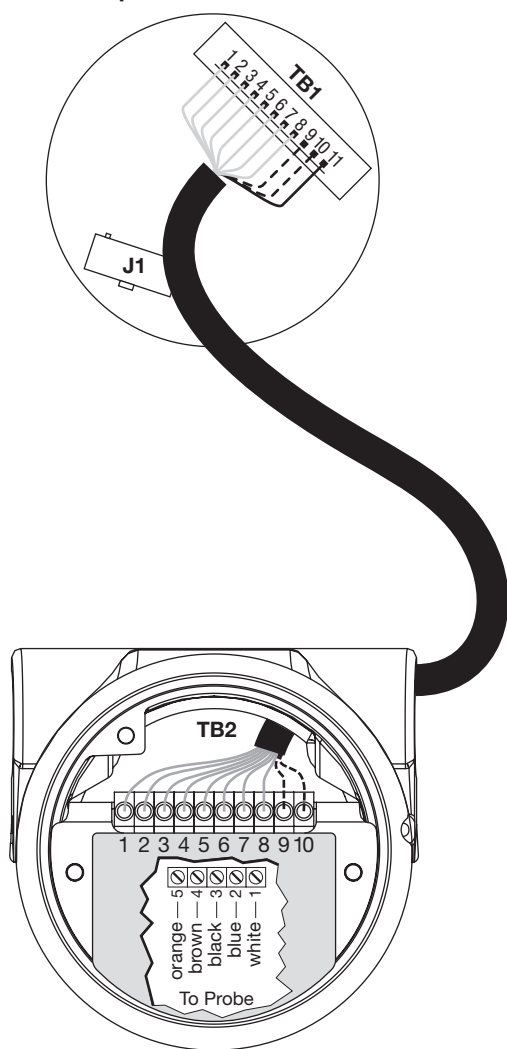

Figura 10
A caixa da sonda contém uma placa remota com blocos de terminais para facilitar a colocação da fiação entre a sonda e os componentes eletrônicos. É necessário um cabo de interconexão blindado de 8 fios (Belden 8104) ou 10 fios (Belden 8305) da caixa da sonda ao instrumento. Consulte a Figura 10 para ver as conexões de fiação dentro da caixa da sonda e para a fiação de cabo remoto da caixa da sonda à caixa dos componentes eletrônicos.
5. São feitas conexões de fiação da sonda para TB1 no mesmo lado da placa do circuito da alça de energia. Consulte a Figura 10.